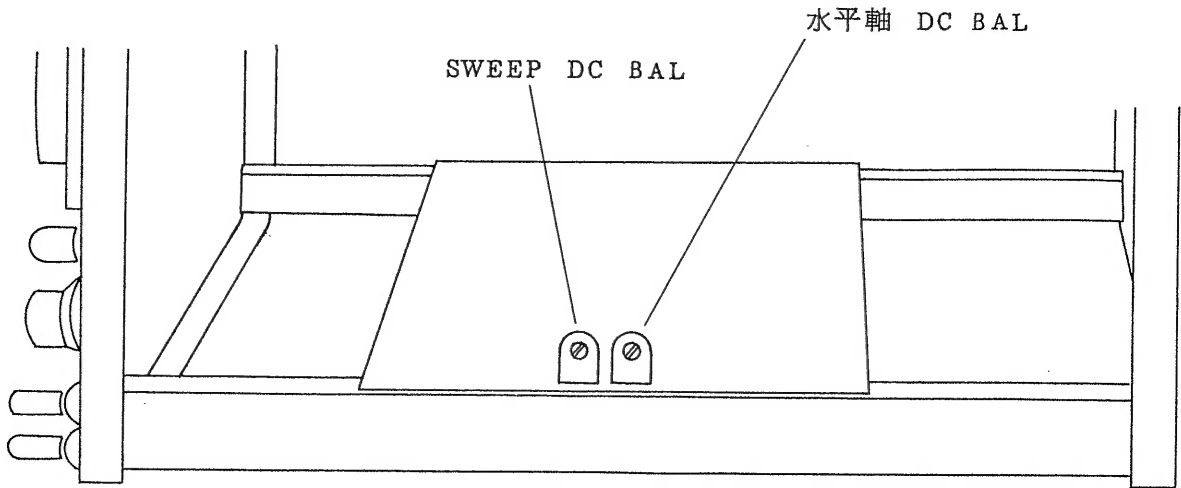

図 12
<div>5.6 スイープバランスの調整</div> <div>13 頁の水平軸 DC BAL の調整を先に行なって下さい。</div> <div>(1) SWEEP RANGE スイッチを EXT にして、内部掃引を停止し、輝点をスケールの中央に合わせる。</div> <div>(2) SWEEP RANGE を 100 ～ 1 k レンジにもどす。今後、水平の POSITION を動かさないこと。</div> <div>(3) SWEEP RANGE の VARIABLE を約中央に合せる。</div> <div>(4) SYNC SELECT スイッチを EXT に合せる。</div> <div>(5) 図 12 の SWEEP BAL 半固定抵抗器で、輝線をスケールの中央に合わせる。</div> <div>(6) SWEEP RANGE の周波数を可変すると、輝線の位置が少し左右へ動きますが、これは故障ではありません。</div> <div>又、観測中の波形の振巾や繰返しの数が変わると、輝線の長さが少し変化しますが、故障ではありません。</div>